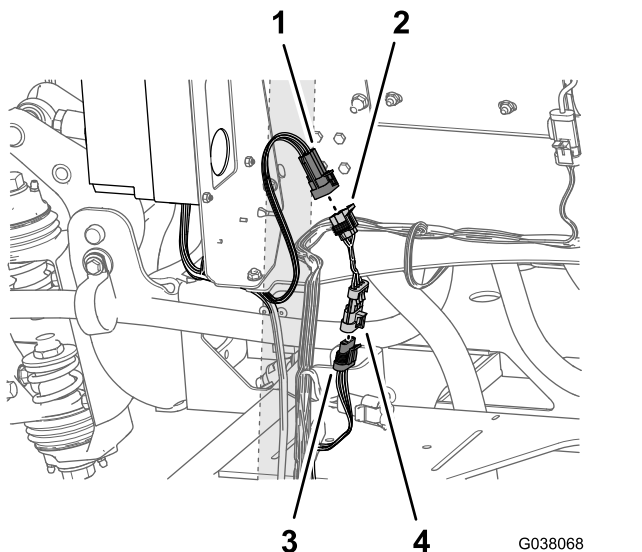

Bild 119
2. Stecken Sie den 4-Stift-Stecker des Überbrückungskabelbaums in den 4-Buchsen-Stecker des hinteren Kabelbaums, der mit HOSE REEL beschriftet ist (Bild 119).
3. Ermitteln Sie an der Rückseite des Schaltkastens für die Spritzpistole oder die elektrische Schlauchtrommel den 6-Stift-Stecker (Bild 119), der mit RATE SWITCH INTERCONNECT (OPTIONAL SPRAY GUN) beschriftet ist.
4. Stecken Sie den 6-Stift-Stecker (Rate Switch Interconnect) in den 6-Buchsen-Stecker des Überbrückungskabelbaums (Bild 119).